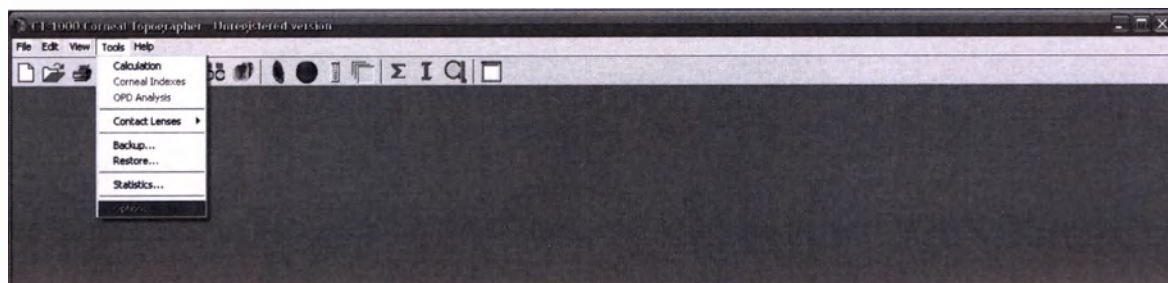

Рис.11
1. Запустите программу, выберите пункт меню **“Tools”** -> **“Options”** (рис.11)